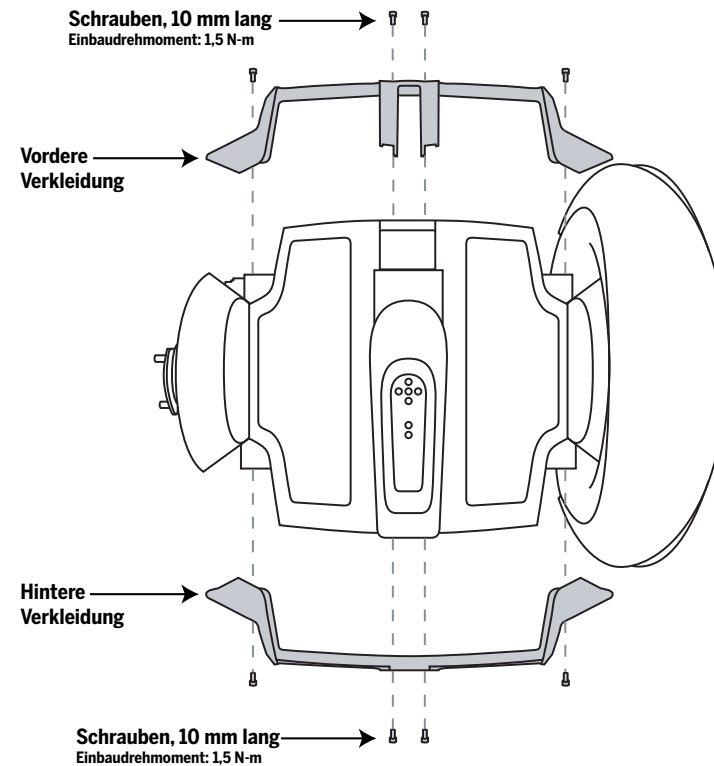

Abbildung 3. Verkleidung aus- oder einbauen
7. Entfernen Sie nach dem Ausbau des Rads und des Schutzblechs die (4) Schrauben mit einem 4-er-Inbusschlüssel von der Verkleidung. Siehe Abbildung 3.
9. Wiederanbringen der Verkleidung: Drehen Sie die (4) 10 mm langen Schrauben (in diesem Kit enthalten) lose in die Verkleidung. Ziehen Sie sie mit einem 4-mm-Inbusschlüssel auf 1,5 N·m an. Siehe Abbildung 3.